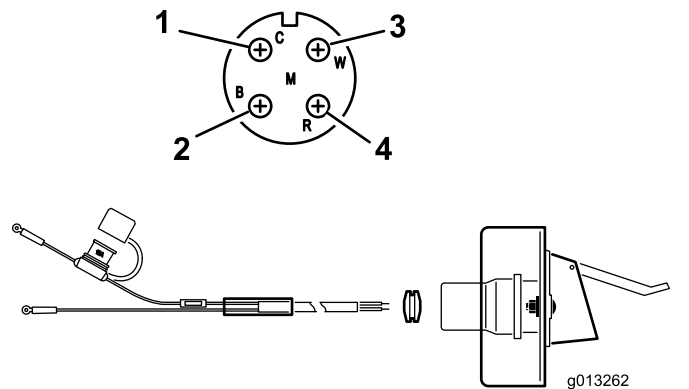

図 12
2. 電気プラグブラケットからバッテリーへ向けて配線・固定する 図 12。
3. ケーブルをソケットブラケットに通し、黒いゴム製ハトメを取り付ける 図 12。